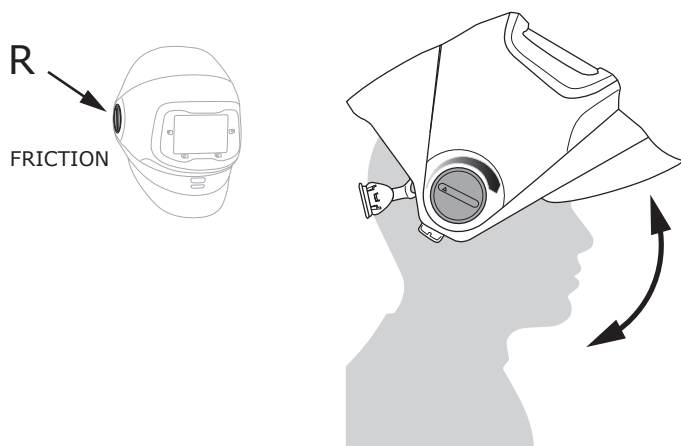

Fig. 6a
- Faire tourner le bouton de pivot situé à droite et indiquant « FRICTION » dans le sens horaire pour augmenter la friction, ou dans le sens antihoraire pour la réduire (Fig. 6a).